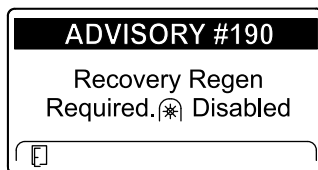

Figura 49
- É necessária uma regeneração de recuperação – tomada de força desativada AVISO N.º 190 (Figura 49)